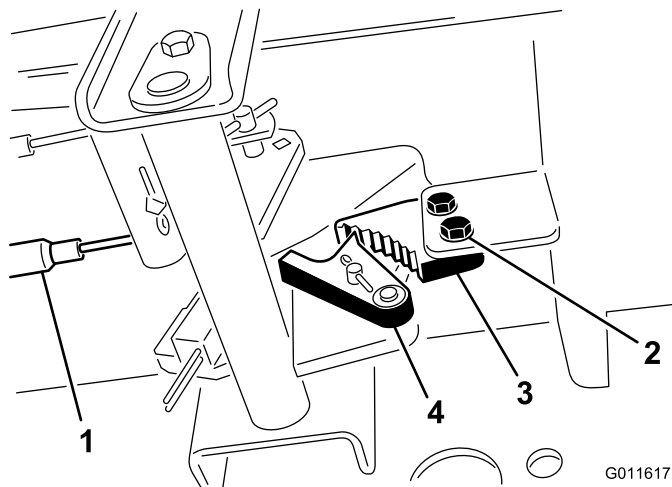

Figura 74
1. Afloje los 2 tornillos que fijan el trinquete del freno de estacionamiento al bastidor (Figura 74).
2. Pise el pedal del freno de estacionamiento hacia adelante hasta que la uña se engancha a fondo en el trinquete del freno (Figura 74).